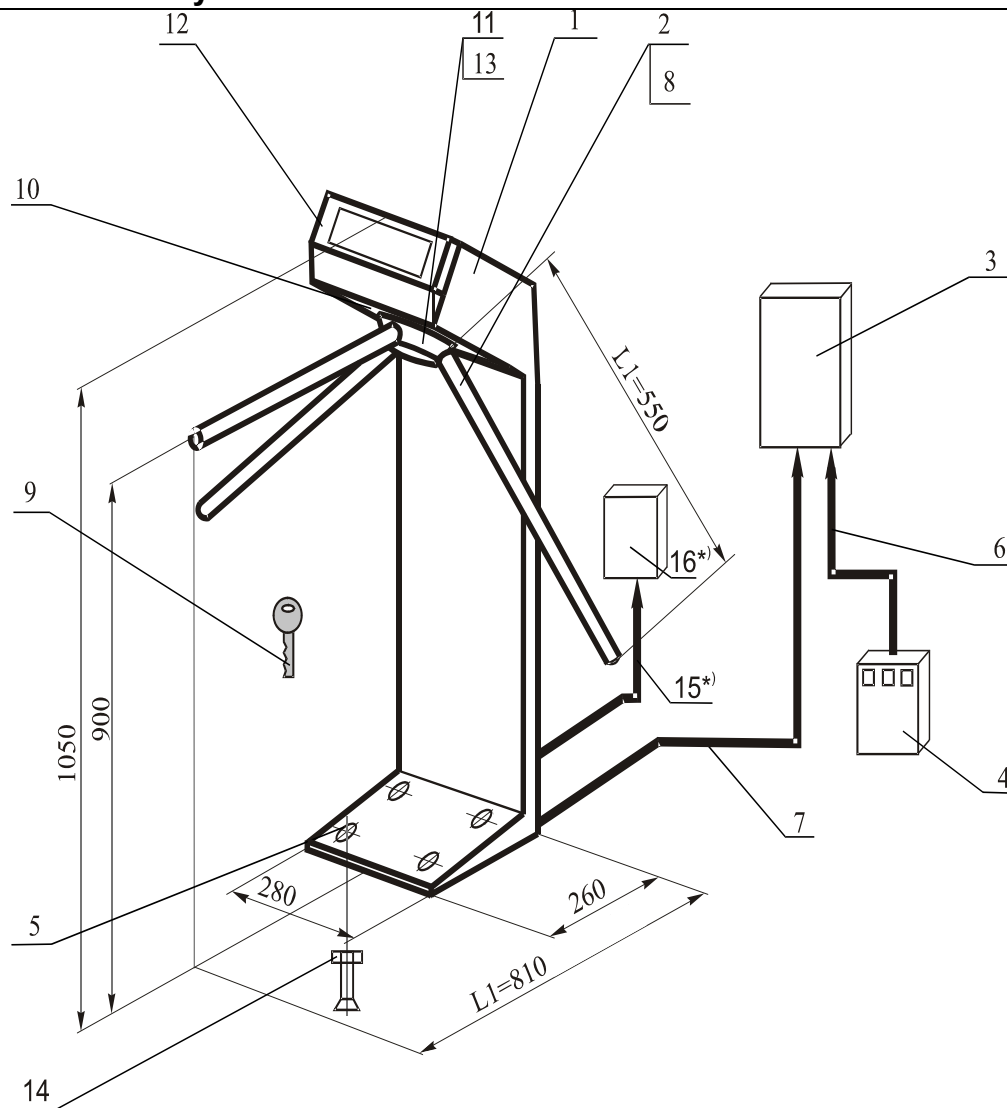
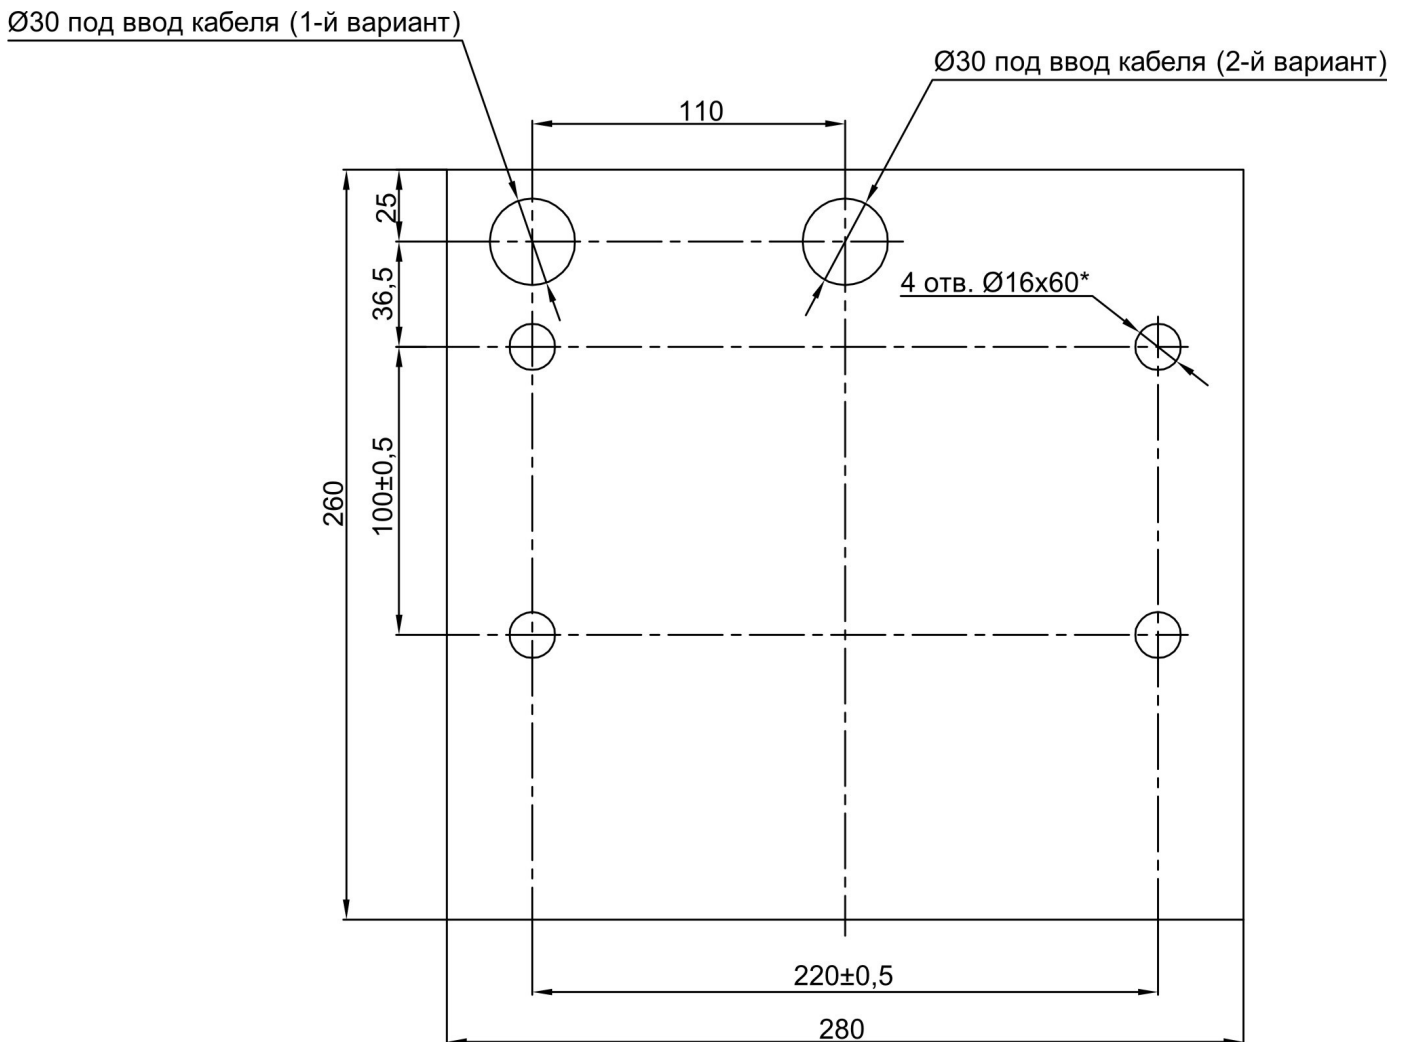

Рис. 1 - Общий вид стойки турникета PERCo-T-04 (PERCo-T-04WR-24):
Рисунок 2 - Разметка отверстий в полу под крепление и ввод кабелей стойки турникета PERCo-T-04 (PERCo-T-04WR-24)
Устройство стойки показано на рис. 1.
3.3.2 Подготовьте в полу отверстия под гайки анкерных болтов (14) (см. рис. 1). Разметка отверстий в полу для крепления стойки (1) должна соответствовать рис. 2.
3.3.3 Вставьте гайки анкерных болтов в эти отверстия так, чтобы они не выступали над поверхностью пола. Установите стойку и закрепите её болтами (14). Установите заглушки (5).
При необходимости прокладки кабеля (7) стойки под поверхностью пола, подготовьте в полу отверстие, соответствующее месту ввода кабеля стойки (7) и кабеля питания системы терморегуляции (15)* (вариант 1 или 2 рис. 2). Крепление стойки (1) (см. рис. 1) производите после прокладки кабелей (7) и (15)*.
3.3.4 С планшайбы (11) стойки (1) снимите крышку, отвернув центральный винт. Отверните фиксирующий болт (8), установленный на преграждающей планке (2). Установите преграждающую планку в соответствующее посадочное место на планшайбе (11) и зафиксируйте преграждающую планку (2) болтом (8). Под головку болта установите пружинную шайбу.